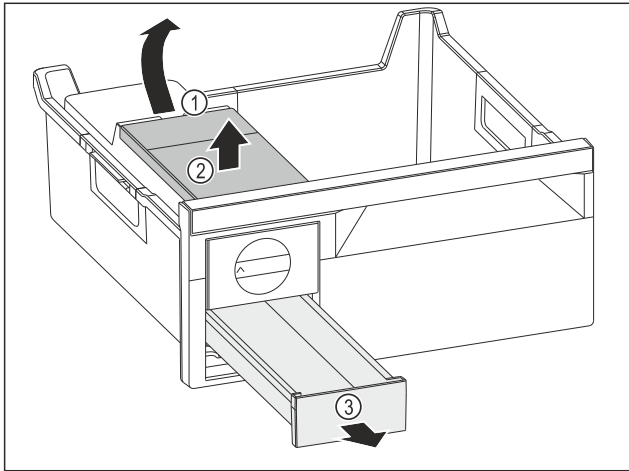

Fig. 115
- ▶ Wassertank entnehmen: Wassertank an der Aussparung Fig. 115 (1) anheben.
- ▶ Wassertank Fig. 115 (2) nach oben entnehmen.
- ▶ Eiswürfelschubfach Fig. 115 (3) nach vorne entnehmen.